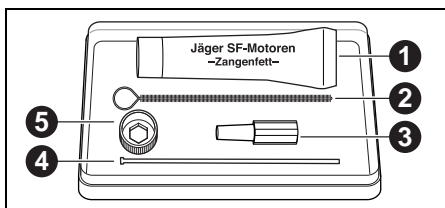

Fig. 11 Servicesæt til Jäger-spindel
- ▷ Smør et tyndt lag fedt på den udvendige kegle på spændetangen; brug det tangfedt, der følger med sættet ([1] i Fig. 11 på side 18). Dette forbedrer glideevnen og øger spændetangens spændekraft.